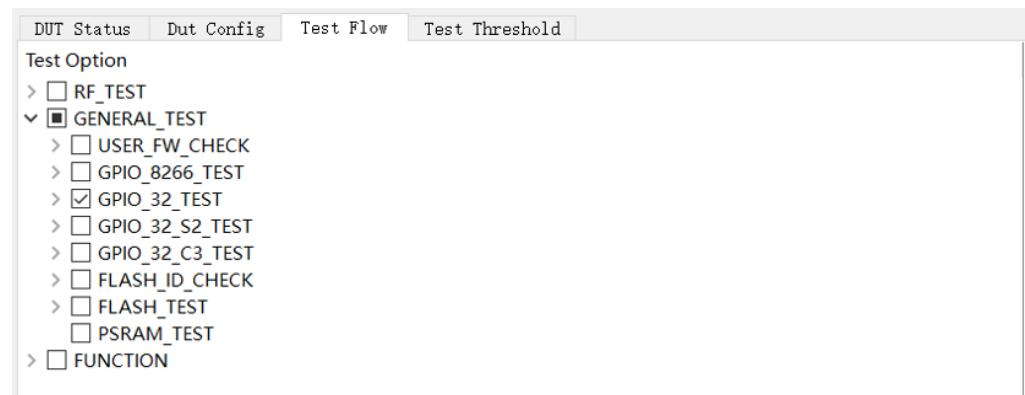

图 3-4. GPIO 导通测试
- **配置界面：**可在 **Test Flow** 下的 **GENERAL_TEST** 模块中使能（见图 3-4），详细说明请参考附录 B。